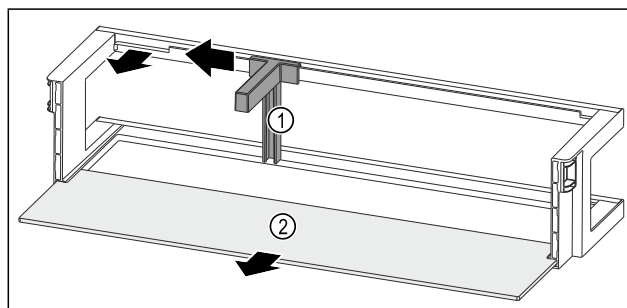

Fig. 199 Лотки на дверцятах із тримачем пляшок і полицю
- ▶ Пересуньте тримач пляшок Fig. 199 (1) убік до пазу.
- ▶ Вийміть тримач пляшок Fig. 199 (1).
- ▶ Дістаньте полицю Fig. 199 (2).